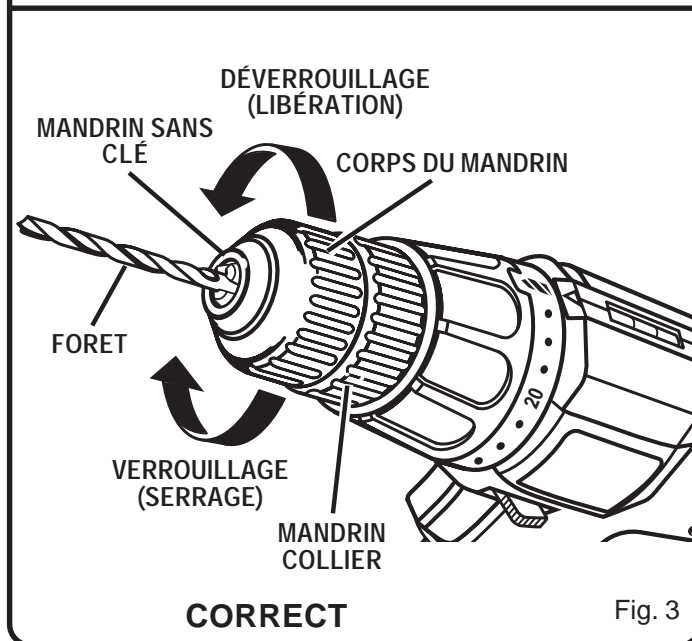

Fig. 3
Voir la figure 3.
Voir les figures 3 et 4.
- Insérer le foret droit et à fond dans les mors du mandrin. Voir la figure 3.